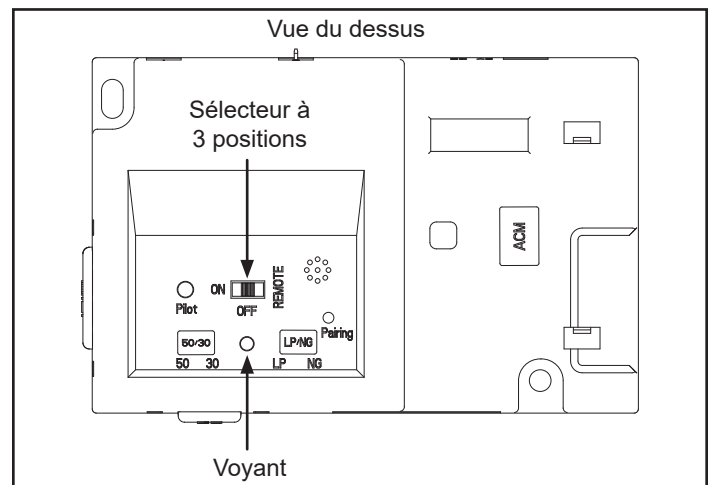

Figure 4.5 – Module IFT-ECM
2. Localisez le bac à piles et insérez quatre piles AA. La polarité des piles doit être correcte pour éviter d'endommager le module (figure 4.5). Un schéma complet du câblage se trouve dans la section Électricité du manuel d'installation de l'appareil.
1. Le module de commande électronique (IFT-ECM) possède un sélecteur ON/OFF/REMOTE à trois positions qui doit être placé dans la bonne position pour fonctionner correctement (figure 4.5). Lorsque vous changez la position du sélecteur, il est important de faire une pause à chaque position pendant 1 à 2 secondes.